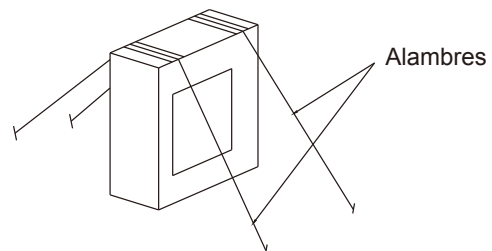

Fig.7.4
- Fije la unidad con sogas para evitar que se de vuelta en caso de vientos muy fuertes. (Fig 7.4)